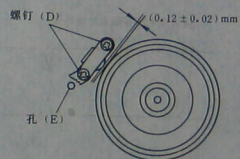

图 1-47 FG 磁头间隙的调整
4) 参看图 1-47, 稍微拧松两个螺钉 (D), 并将微调螺钉旋具插入孔 (E) 中拧转, 以调节 FG 磁头间隙, 使其达到规定值。